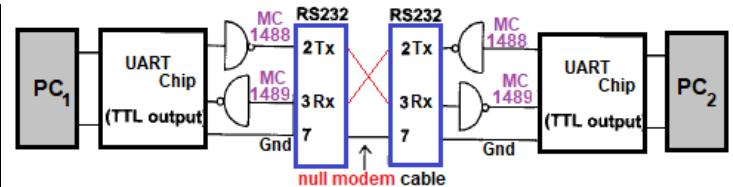

Fig.7. Legătura dintre 2 dispozitive DTE prin „cablu NULL modem”, cablu „cross” sau cablu inversor
- 3) Dacă se conectează două echipamente DTE între ele, de exemplu, două calculatoare, conexiunile sunt realizate astfel încât, din punctul de vedere al calculatorului, comunicația să se desfășoare ca și cum la celălalt capăt s-ar afla un modem și nu un alt calculator. Datele transmise de primul calculator trebuie recepționate de al doilea calculator, astfel încât pinul TxD de la primul calculator este conectat cu pinul RxD de la cel de-al doilea calculator și invers (pinul 2 se va conecta cu pinul 3, pinul 3 cu pinul 2). Cei doi pini pentru masa electrică trebuie conectați împreună. Deoarece conexiunile acestor pini trebuie inversate la cele două capete ale cablului, un asemenea cablu este numit **cablu inversor** (numit și cross cable) – Fig. 7.